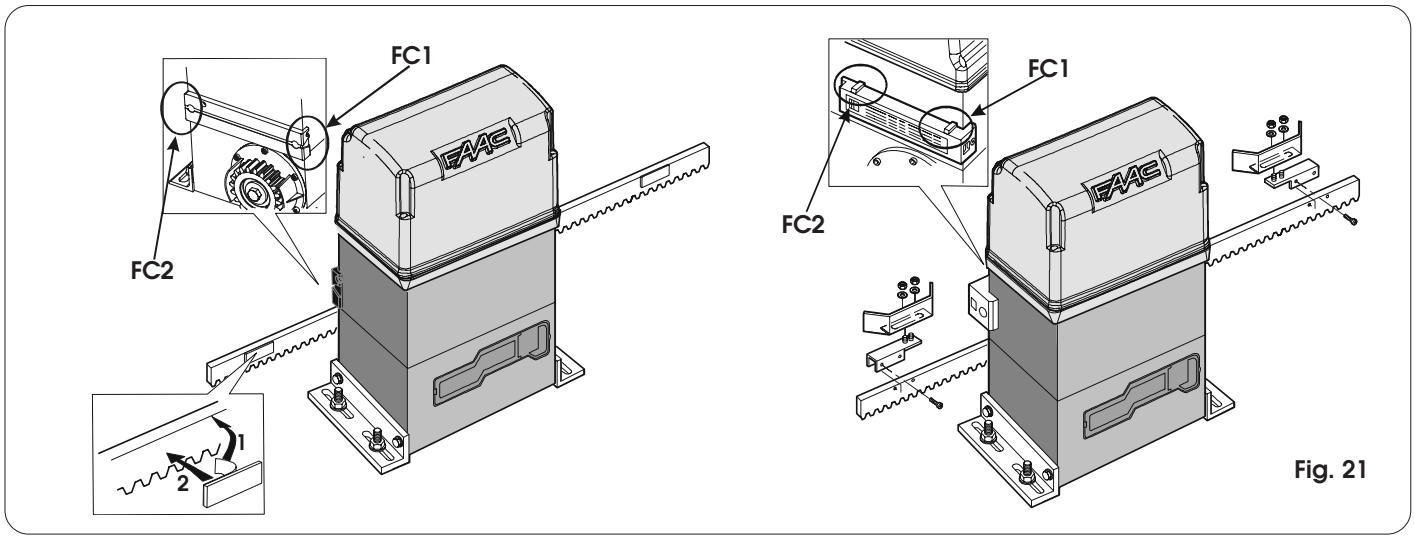

Fig. 21
- Ontgrendel de aandrijving en controleer of de eindschakelaars goed functioneren door de poort met de hand te verschuiven en de statusleds van de ingangen te bekijken (zie par. 6.1.). Als u de poort bekijkt vanaf de zijde waar de aandrijving geïnstalleerd is, moet de led FC1 uitgaan wanneer de stoppositie van de beweging van links naar rechts wordt bereikt, en moet FC2 uitgaan als de stoppositie van de beweging van rechts naar links wordt bereikt (zie ook fig. 21).